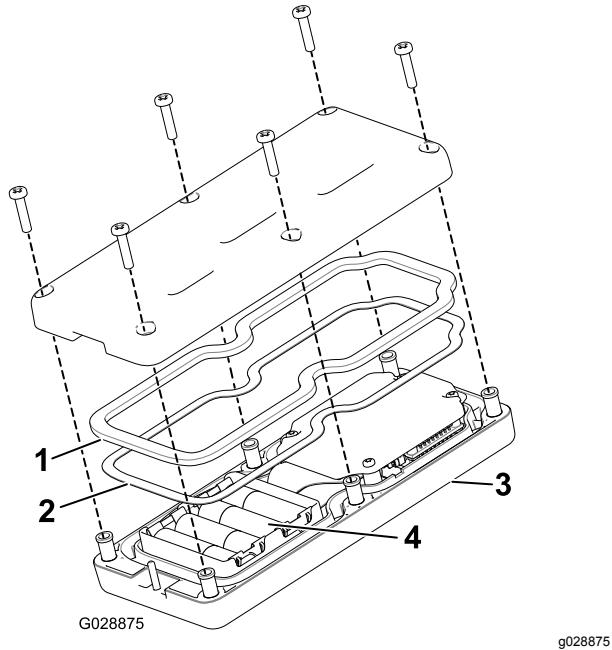

Figura 46
3. Retire os seis parafusos da parte posterior do comando remoto e retire a tampa (Figura 46).
5. Instale as pilhas no encaixe terminal observando a devida polaridade. O encaixe tem gravadas marcas de polaridade em cada terminal (Figura 46).
6. Se remover acidentalmente o vedante de borracha e junta de aço, volte a colocá-los, cuidadosamente, no canal no comando remoto (Figura 46).
7. Coloque a tampa e prenda-a com os seis parafusos previamente removidos (Figura 46) e aperte-os com uma força de 1,5 a 1,7 N·m.